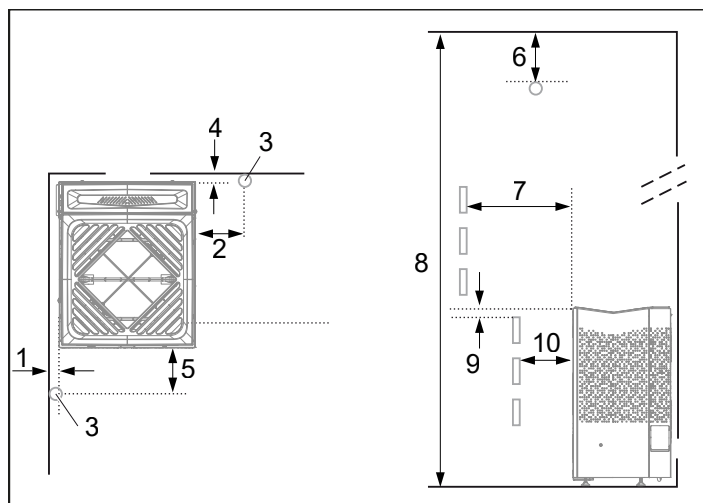
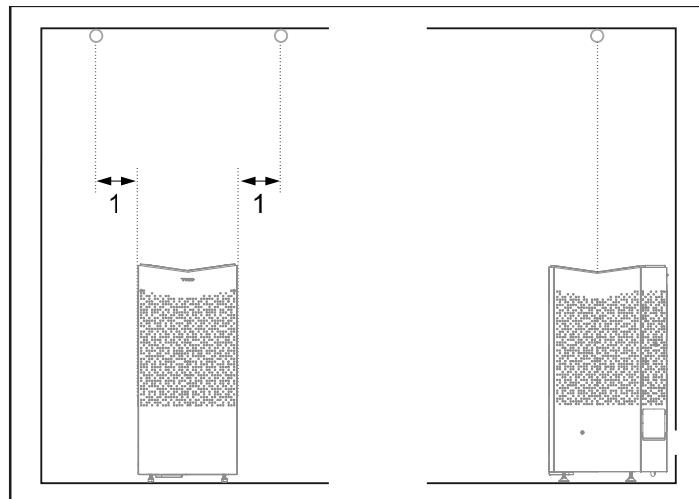

Fig 3: Placering av bastuaggregatet - normalmontage
Fig 4: Takmontering av sensorn
- Planera bastuaggregatets placering (se Avsnittet Aggregatets placering - normalmontage, fig 3).
- Planera sensorns placering (se Fig 3 samt Fig 4).
- på säkert avstånd till golvet, sidoväggar och inredning (se Fig 3).
Placera sensorn enligt bilden (se Fig 3).
Om väggen på vilken sensorn ska installeras är gjord av mycket värmeabsorberande material (t.ex. betong, tegel m.m.) eller om väggen är gjord av härdats glas, kan sensorn placeras i taket med avstånd från aggregatet enligt Fig 4.